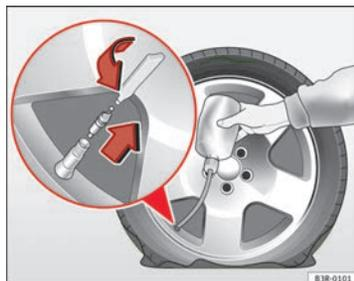

Fig. 189 Efectuar la reparación
- Retire la caperuzita de la válvula del neumático y desenrosque el obús de la válvula con el útil que se suministra ⇒ fig. 189.